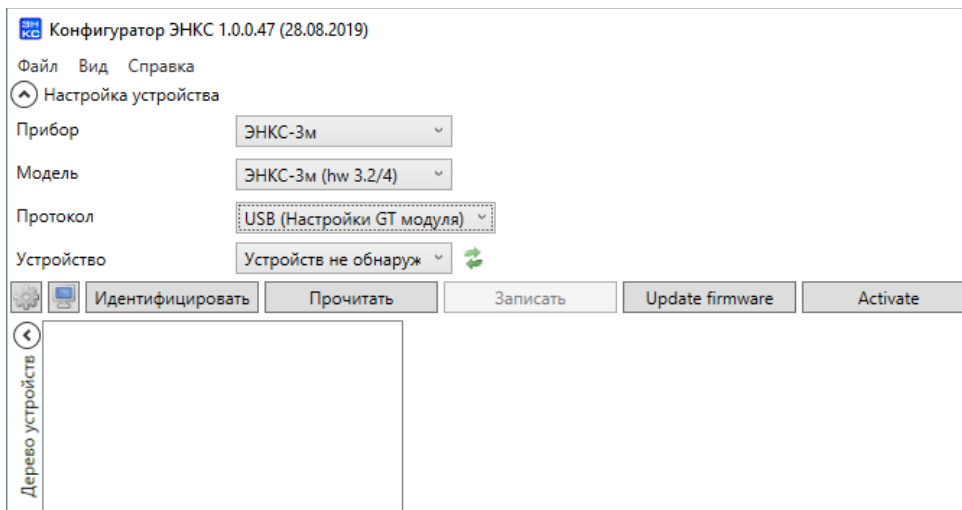

Рисунок 3.4. Окно настроек подключения по USB.
3) USB (подключение через USB) (рис. 3.4).